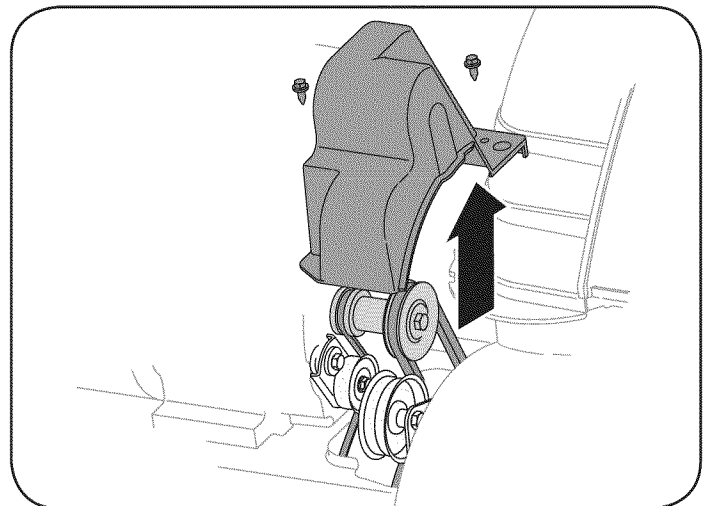

Figura 26
2. Saque la cubierta plástica de la correa ubicada en el frente del motor. Para ello saque los dos tornillos autorroscantes. Vea la figura 26.